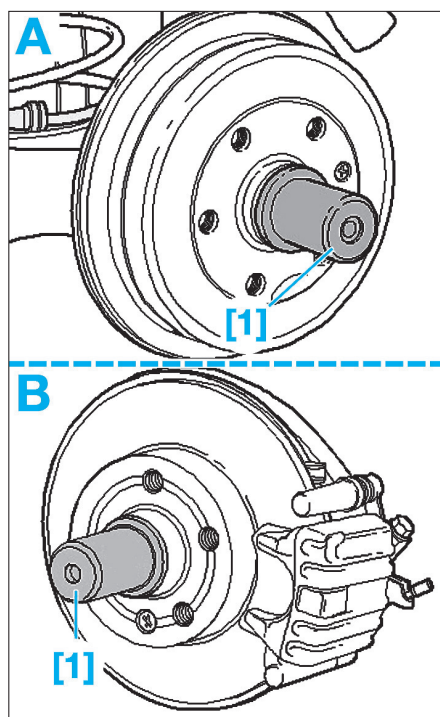

FIG. 72
- [1] Douille Ref. 3241 (Fig.72)
- A l'aide de l'outil [1], reposer le cache antipoussière (Fig.72).